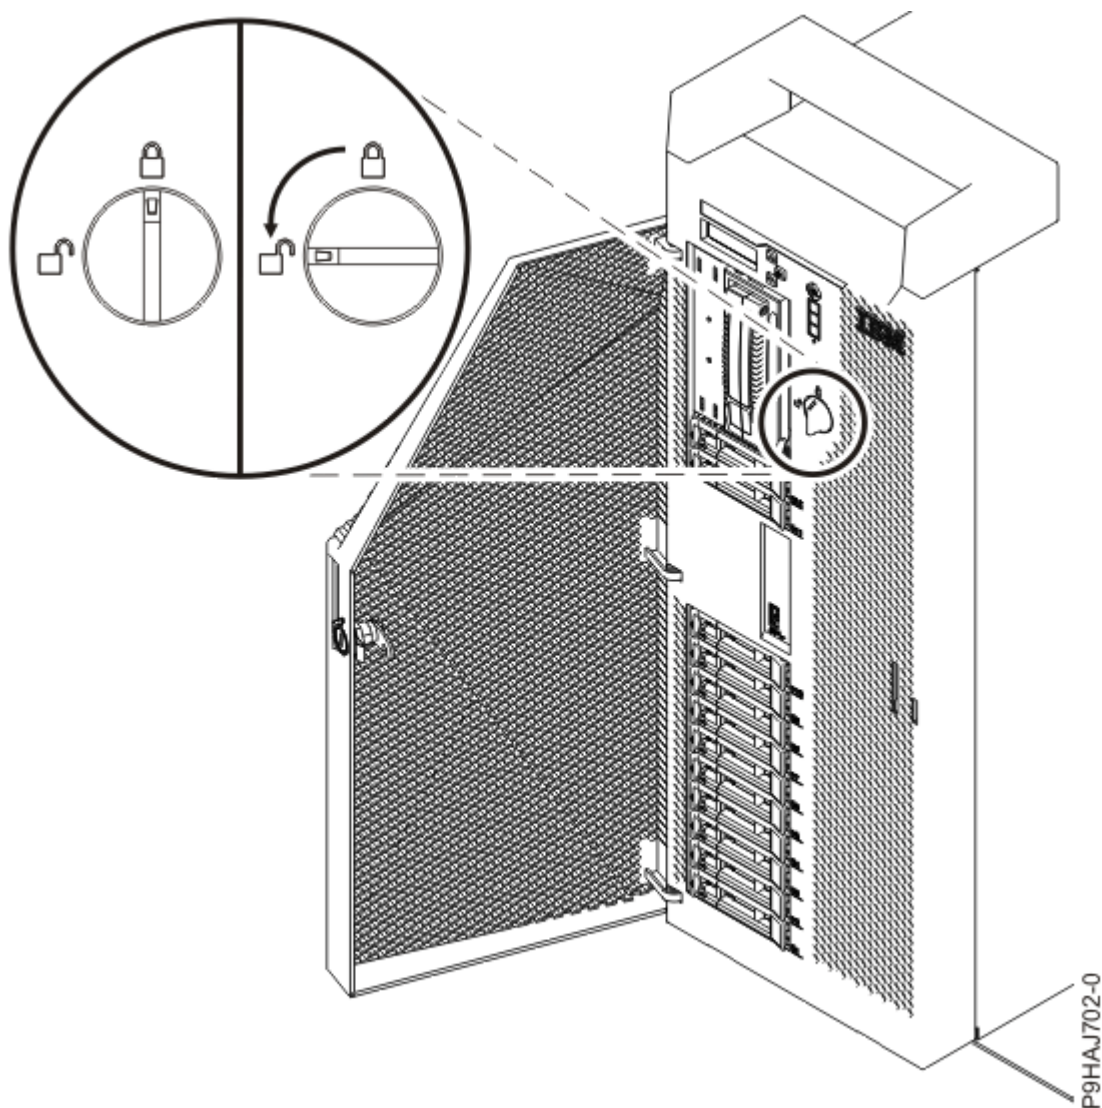

Figura 3: Abrindo o engate da tampa frontal
- c) Gire o engate da tampa para a esquerda (no sentido anti-horário) para desbloquear a tampa, como mostrado na Figura 3 na página 4.